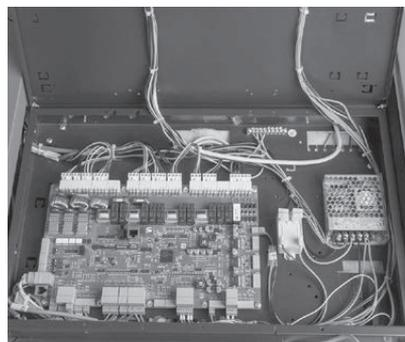

Fig. 99 Quadro di comando aperto
- ▶ Aprire il coperchio. Il quadro di comando contiene la scheda madre (scheda bruciatore) – Fig. 99.